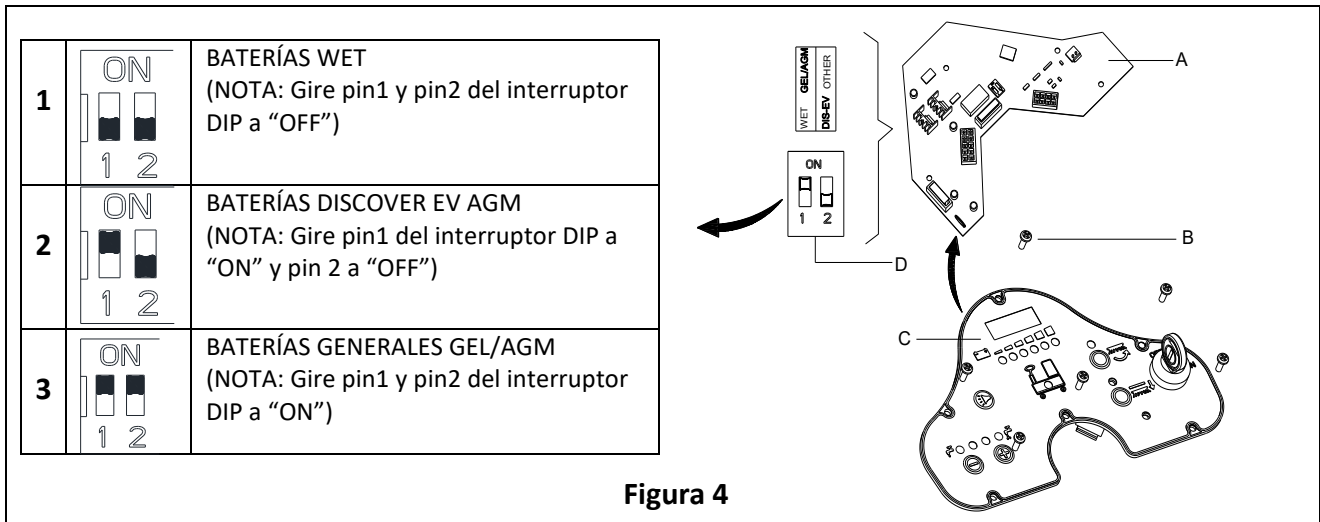

Figura 4
Cuando se instalen nuevas baterías, siga la Figura 4 para configurar el interruptor DIP, o las baterías pueden dañarse con la configuración errónea.
1. Inserte llave en interruptor (40) y gire hacia "ON", preste atención a lo siguiente durante los primeros segundos de arranque de la máquina:
- Si la luz verde (37) parpadea, la máquina está configurada para usar con baterías GEL/AGM.
- Si la luz amarilla (33) parpadea, la máquina está configurada para usar baterías Discover EV AGM.
- Si la luz roja (32) parpadea, la máquina está configurada para usar baterías WET.
- Desatornille el tornillo (B, Figura 4) en el panel de control, luego gire el PCBA (A) en el panel para encontrar interruptor DIP (D), siga la Figura 4 para configurar DIP.